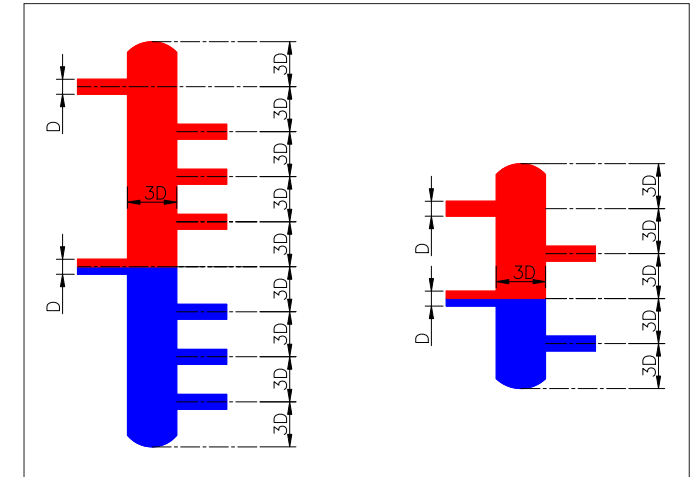

Рисунок 3.
Термогидравлический распределитель и гидравлический разделитель конструктивно представляют собой вертикально установленную перемышку большого диаметра (**рисунок 3**). За счет большого диаметра (по отношению к диаметру трубопровода котлового контура) быстро гасится скорость теплоносителя в термогидравлическом распределителе (или гидравлическом разделителе). Гидравлическое сопротивление такого устройства пренебрежительно мало по отношению к сопротивлению контуров отопления и котла. Таким образом, между котлом и контурами отопления появляется буфер с практически нулевым сопротивлением, то есть контуры отопления никаким образом не будут оказывать влияние на контур котла и расход теплоносителя через котел. Функцию гидравлического разделения котлового контура и контуров отопления выполняют оба этих устройства.
3. Для определения размеров термогидравлического распределителя и гидравлического разделителя необходимо использовать правило 3-х диаметров ($3D$) либо специальное программное обеспечение. Между осями любых двух подсоединений к термогидравлическому распределителю (гидравлическому разделителю) должно быть расстояние не меньше чем 3 диаметра (**рисунок 3**). Из **рисунка 3** видно, что высота гидравлического разделителя гораздо меньше, чем высота термогидравлического распределителя.